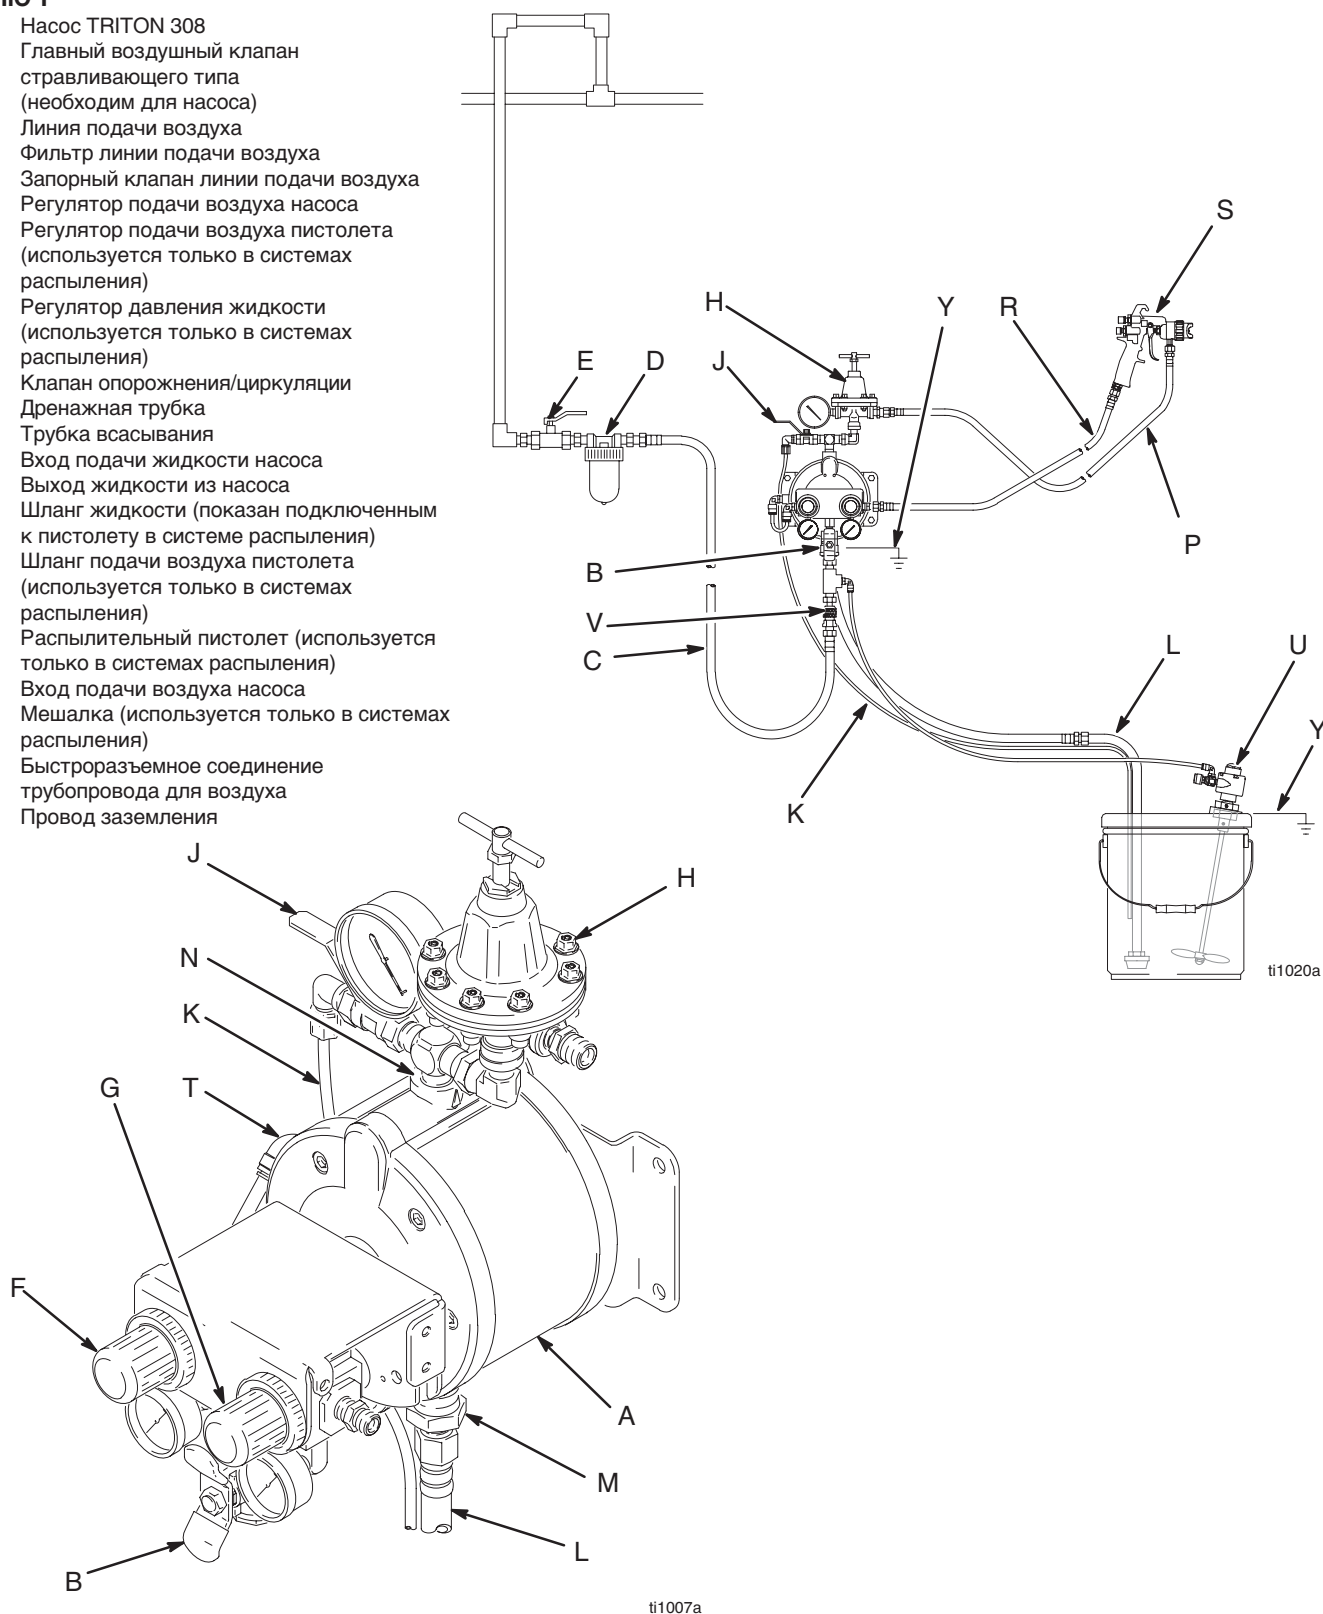

Рис. 2
- На Рис. 2 показано размещение распылительной установки большого объема и низкого давления на стене. Это только рекомендации по выбору и установке компонентов системы. Обратитесь к вашему дистрибьютору Graco за рекомендациями относительно компонентов системы, отвечающих вашим требованиям.
Для удаления воздуха, скопившегося между этим клапаном и насосом, необходимо установить главный клапан стравливания воздуха (В). См. Рис. 2. Скопившийся воздух может привести к непредсказуемому срабатыванию насоса, что может нанести серьезную травму, включая попадание жидкости в глаза или на кожу, травму от движущихся частей или отравление опасными жидкостями.
1. Установите принадлежности для линии сжатого подачи воздуха как показано на рис. 2. Разместите эти принадлежности на стене или на кронштейне. Убедитесь, что линия подачи воздуха на принадлежности является электропроводной.
- a. Давление жидкости может регулироваться двумя способами - либо путем регулирования подачи воздуха на насос при помощи регулятора воздуха (F), либо регулированием выхода жидкости из насоса при помощи регулятора жидкости (H).
3. Между входом подачи воздуха в насос (Т) и принадлежностями установите электропроводный гибкий шланг (С). Используйте воздушный шланг с минимальным внутренним диаметром 1/4 дюйма (6,3 мм). Заверните на одном конце линии подачи воздуха быстроразъемную муфту (V) и аккуратно заверните ответный фитинг в штуцер подачи воздуха насоса. Пока не подсоединяйте разъем к фитингу.
- c. Установите проходной воздушный фильтр (D) для удаления загрязняющих веществ, таких как грязь, влага и масло из линии подачи сжатого воздуха.
Для сброса давления в шланге в случае его забивания необходимо установить дренажный клапан для жидкости (J). См. Рис. 2. Дренажный клапан снижает риск получения серьезной травмы, включая попадание жидкости в глаза или на кожу, или отравление опасными жидкостями при сбросе давления. Установите насос рядом с патрубком выхода жидкости насоса. Для использования клапана в качестве клапана рециркуляции подсоедините трубку (K) между клапаном и емкостью.